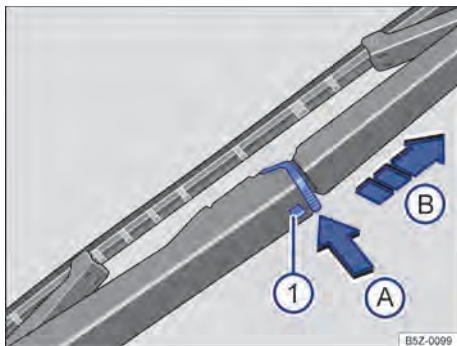

Fig. 138 Substituir a palheta do limpador do vidro traseiro.
- Manter o botão de destravamento ⇒ Fig. 138 ① pressionado.
- Pressionar a trava da palheta do limpador do vidro traseiro ⇒ Fig. 138, no sentido da seta (A).
- Puxar a palheta do limpador do vidro traseiro ⇒ Fig. 138, no sentido da seta (B).
- Introduzir a nova palheta do limpador do vidro traseiro **de mesmo tamanho e modelo** no braço do limpador do vidro traseiro no sentido contrário da seta ⇒ Fig. 138 (B) até que ela se trave.